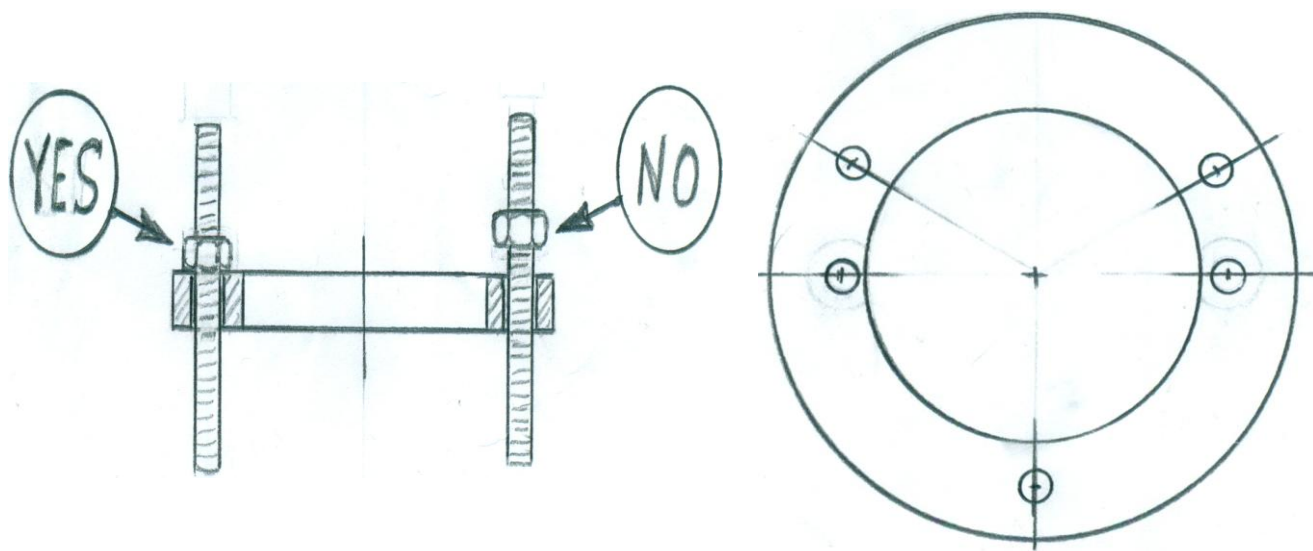

Fig.7
Per smontare l'elica si deve togliere lo zinco e le viti ferma dado; fissare poi sull'anello porta-zinco mediante cinque viti una rondella forata (fig.7). Avvitare le cinque viti (sufficientemente lunghe e dotate di cinque dadi) nei cinque fori filettati praticati nell'anello porta zinco, facendo attenzione che tutte le cinque viti siano avvitate fino al fondo del proprio foro filettato. Fare quindi appoggiare tutti e cinque i dadi sul disco forato che funge da estrattore (vedi fig. 7). Cominciare a svitare in maniera molto delicata il dado blocca – elica, che andrà a premere contro la rondella (fig. 7) e verificare che tutte le cinque viti di estrazione collaborino con il medesimo carico alla estrazione dell'elica. Continuare a svitare il dado lentamente, facendo attenzione a non caricare troppo le viti per evitare la rottura delle stesse.
In order to remove the propeller you must first remove the zinc and unscrew the nut , then pull off the prop using MAX PROP® extractor, or a similar tool with external threading, as per fig 7. Tighten the five screws (that must be long enough and provided with 5 nuts) in the five threaded bores made in the zinc, being careful that all the five screws are well tighten until the end of their threaded bores. Make the five nuts lean against the pierced disc that serve as extractor. (see fig. 7). Start unscrewing very gently the locking nut, that in this way will push against the MAX PROP® extractor and verify whether all the five extracting screws work together with the same load while extracting the prop. Go on unscrewing the nut slowly, being careful not to load the screws too much, in order to avoid them to brake.
*Unlike the standard nut, this kind of nut, when it's locked on the motor shaft, must lean **ONLY** to surfaces S1 and S2 and is secured by 4 devices: 2 threaded pins, and a central screw with a dowel. When you mount the propeller on the motor shaft the same nut checking is necessary as previously described for fig. 7*